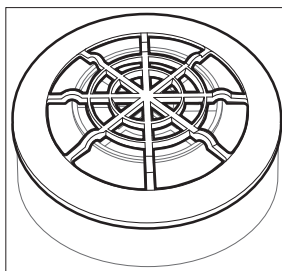

Figure 3
- a. Placez l'araignée (P/N N750038) sur la cartouche de sorte que les huit encoches dentelées se nichent sur le cercle intérieur surélevé et que le P/N N750038 ne soit pas à l'envers. (Figure 3).